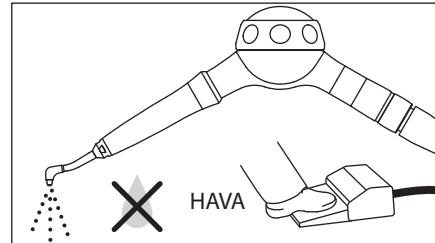

Fig. 6
- 2) Püskürtme ucunda artakalan tozu tahliye etmek için başlığı tozsuz ve susuz olarak boşata çalıştırın. (Fig. 6)